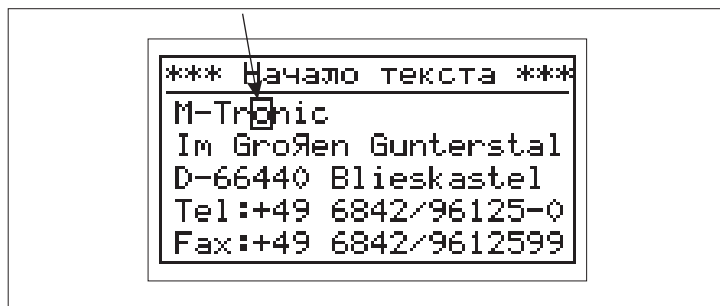

Рисунок 028
**(Рисунок 028)****Черная рамка:**